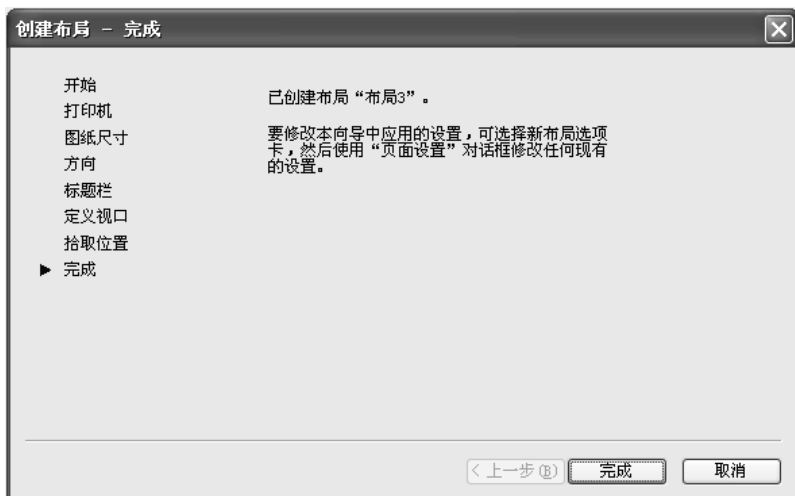

图 8-22 “创建布局—完成”对话框
(9) 在指定视口大小和位置后, 弹出“创建布局-完成”对话框, 如图 8-22 所示, 单击 **完成** 按钮, 完成布局的创建。
(10) 调整视口的显示比例及显示方位。